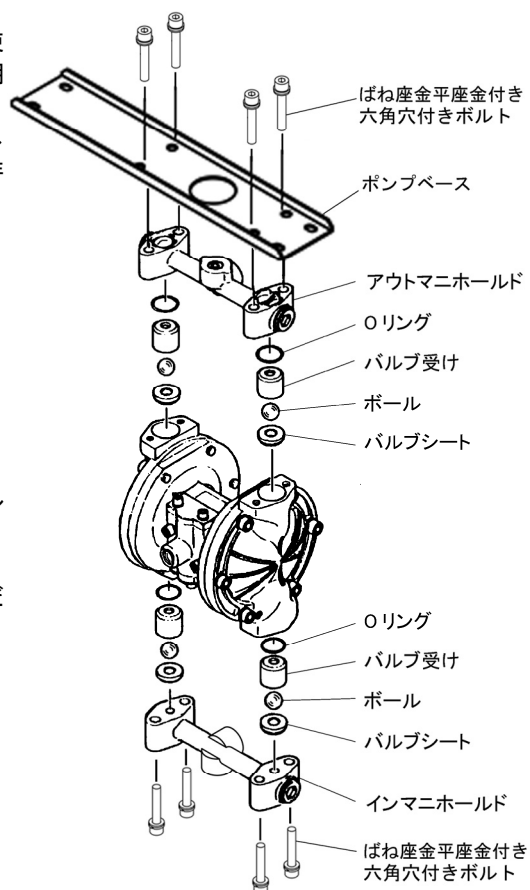

Fig.6.1
#### 6.1.1 取り外し (Fig.6.1)
- ・組立は Fig.6.1 を参照し、分解時と逆の作業を行ってください。